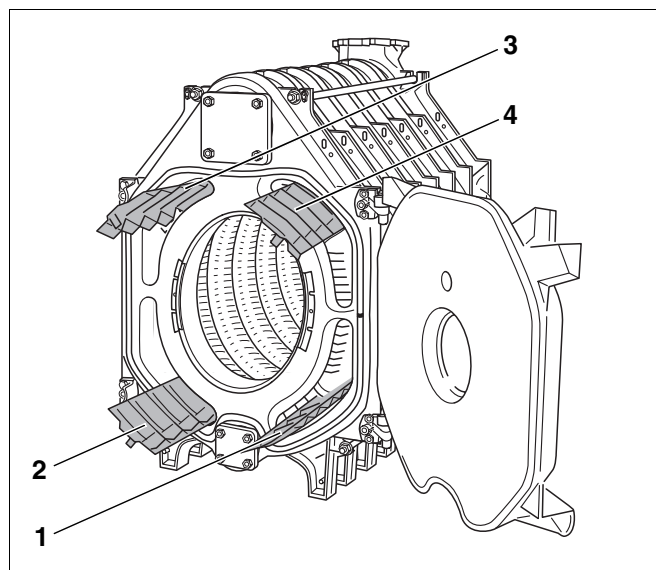

Abb. 34 Heizgaslenkplatten
- Heizgaslenkplatten aus der Beschlagteilkiste entnehmen und entsprechend der aufgegossenen Beschriftung in die Heizgaszüge einlegen (siehe dazu Abb. 34 und unten stehende Tabelle).